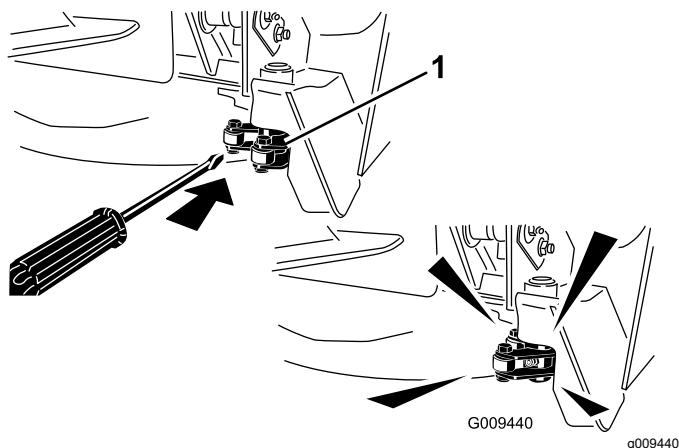

Рисунок 80
**Примечание:** Чтобы получить доступ к масленкам, возможно потребуется вручную привести в действие защелки (Рисунок 80). Используйте монтировку для закрытия и открытия защелки.